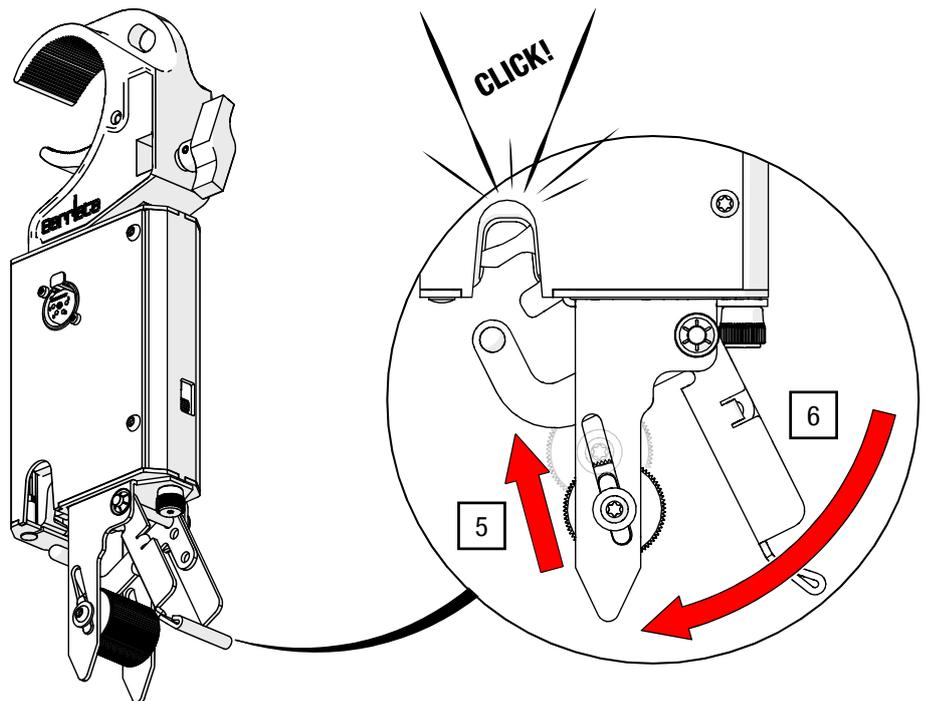

Abb. 16: Stoffklemme mit dem Klemmschloss verbinden
Drücken Sie das Riegelblech (siehe Schritt 5 in Abb. 16) leicht an das Gehäuse für besseren Zugang zur Schraube.
5. Schieben Sie die Klemmrolle mindestens bis zur Hälfte nach oben (siehe Abb. 16).
6. Drücken Sie das Riegelblech nach oben in das Schloss, bis es mit einem Klickgeräusch einrastet (siehe Abb. 16).